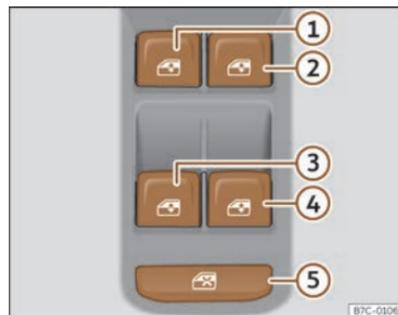

Fig. 59 Particolare della porta del conducente: comandi per i finestrini.
Mediante l'interruttore di sicurezza >>> **fig. 59** ⑤ nella porta del conducente si possono disattivare gli alzacristalli delle porte posteriori.